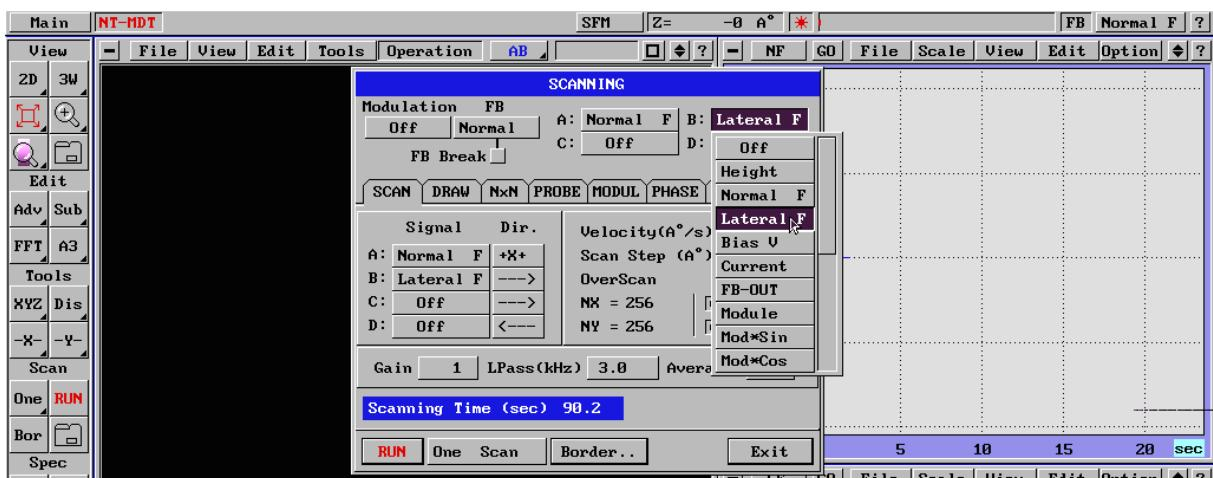

Fig. 180
- Scan B - Lateral Force (Fig. 180)